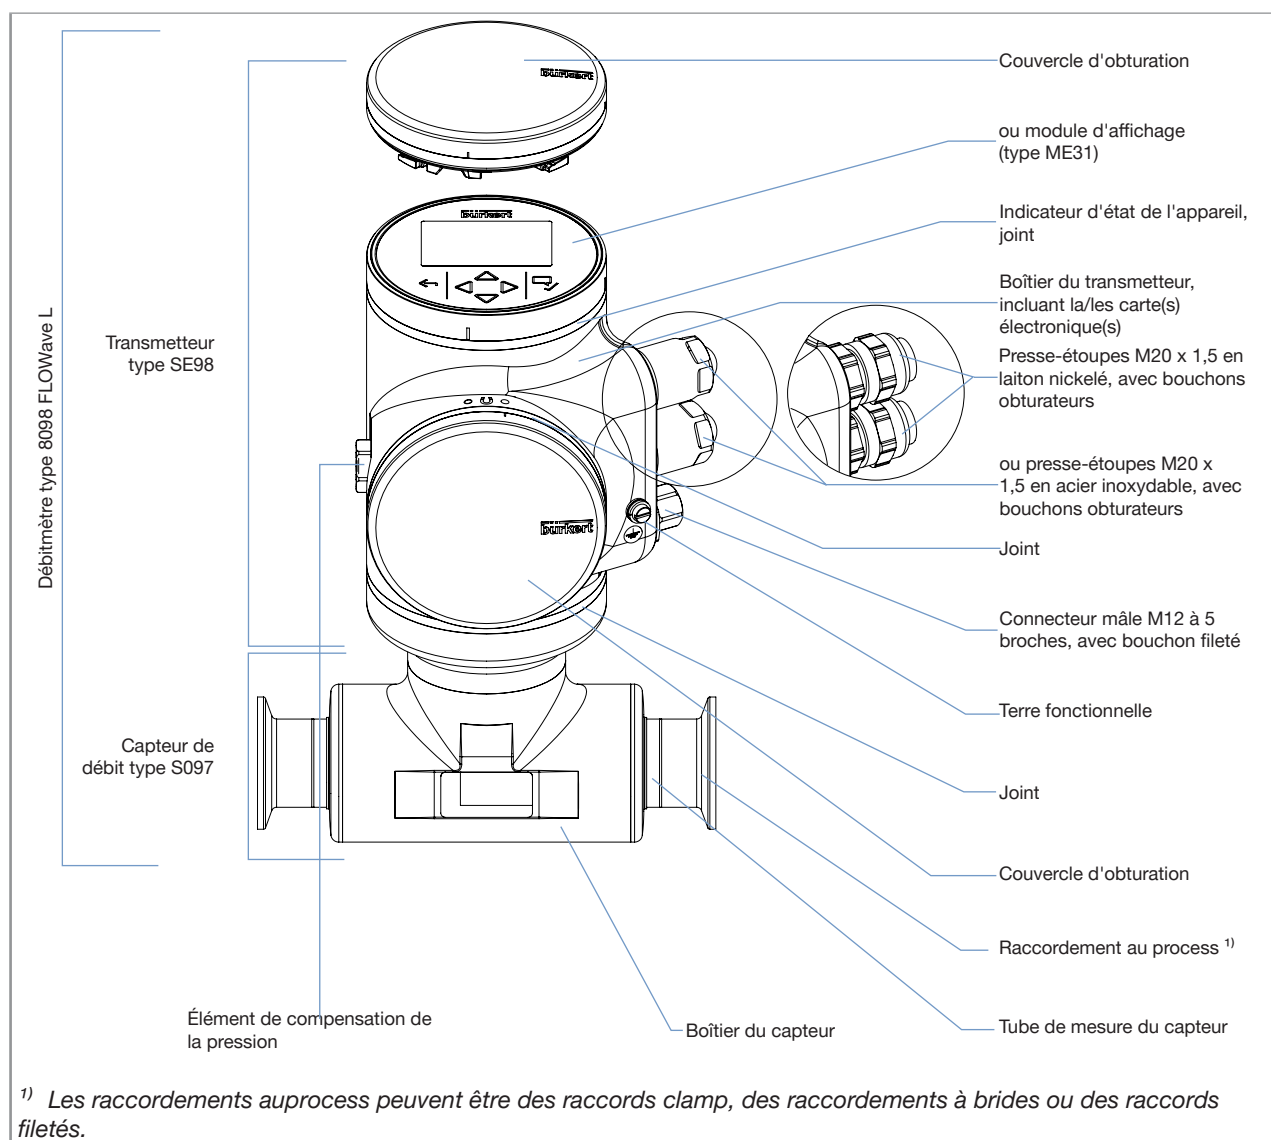

Fig. 1 : Description des variantes de l'appareil avec 2 presse-étoupes M20 x 1,5 et 1 connecteur mâle M12 à 5 broches
- Fig. 1 décrit un appareil avec deux presse-étoupes M20 x 1,5 en acier inoxydable (ou en laiton nickelé) et un connecteur mâle M12 à 5 broches.